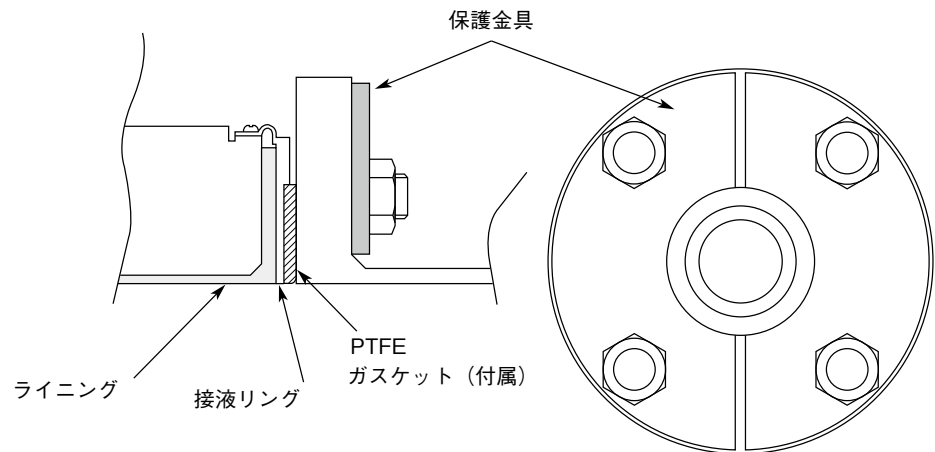

図2-17. 接液リングがSUS材質以外の場合(保護金具使用)
- 保護金具 : 規定のトルクで締め付けて設置すると、塩ビ配管の変形または破損のおそれがある場合に必要です。厚さは1 mm以上のステンレス材など、かたい金属材料を使用してください。金具の形状は、図2-17を参照してください。